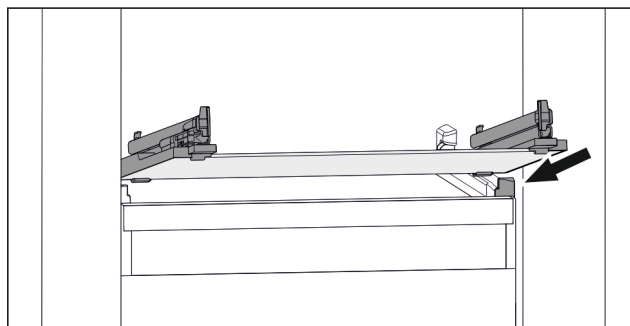

Fig. 141 Primjerni prikaz staklene ploče
- ▶ Stavite ladicu ukoso iza zaustavljača. (pogledajte Fig. 141)